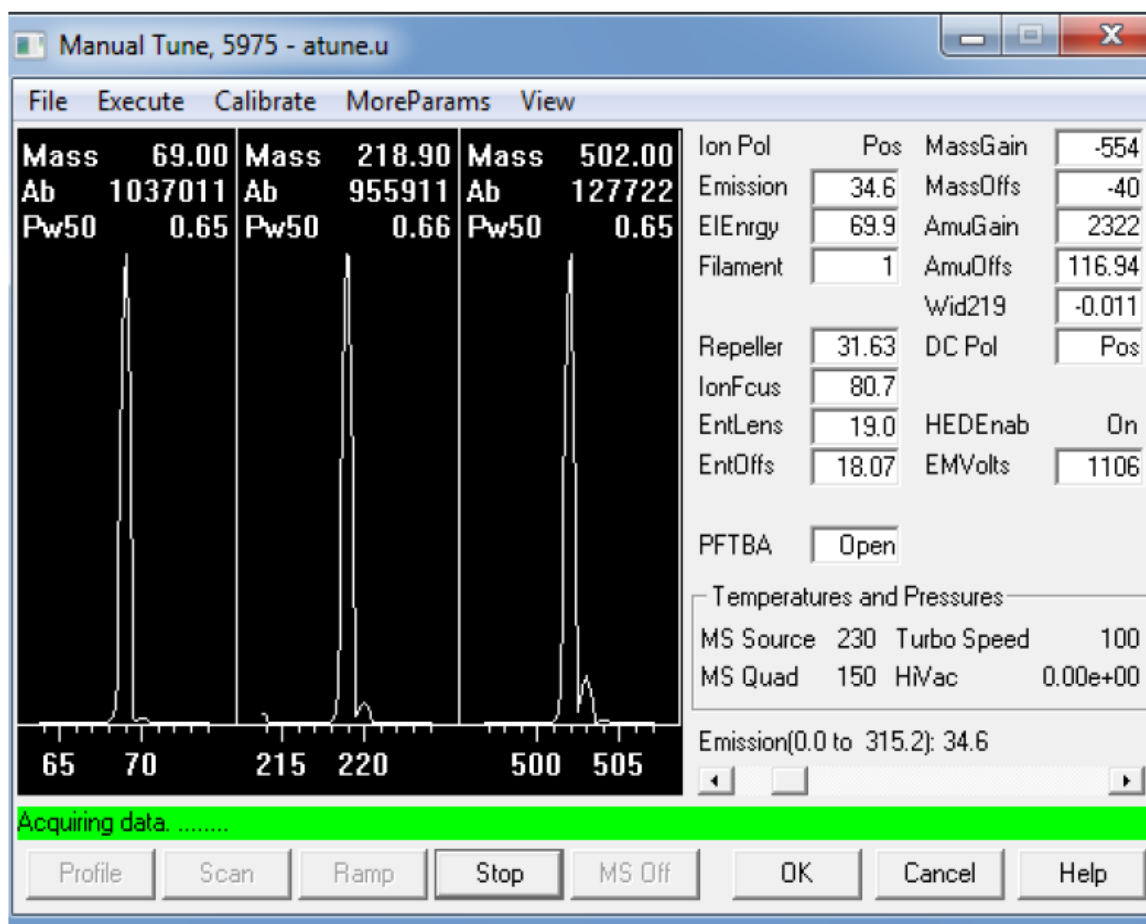

Рисунок 13 Настройка параметров
- 1 В окне управления прибором в меню Instrument выберите **Edit Tune Parameters** (Рисунок 13).